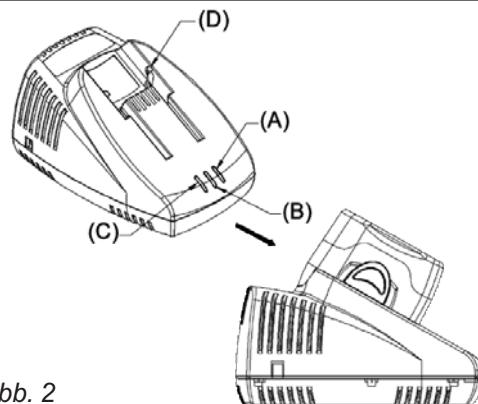

Abb. 2
Stellen Sie sicher, dass die Netzspannung der Spannung, angegeben auf dem Typenschild des Ladegerätes entspricht. Schließen Sie das Ladegerät zum Netz. Das orange Licht (A) (Abb. 2) soll aufleuchten. Das bedeutet, dass das Ladegerät betriebsbereit ist.